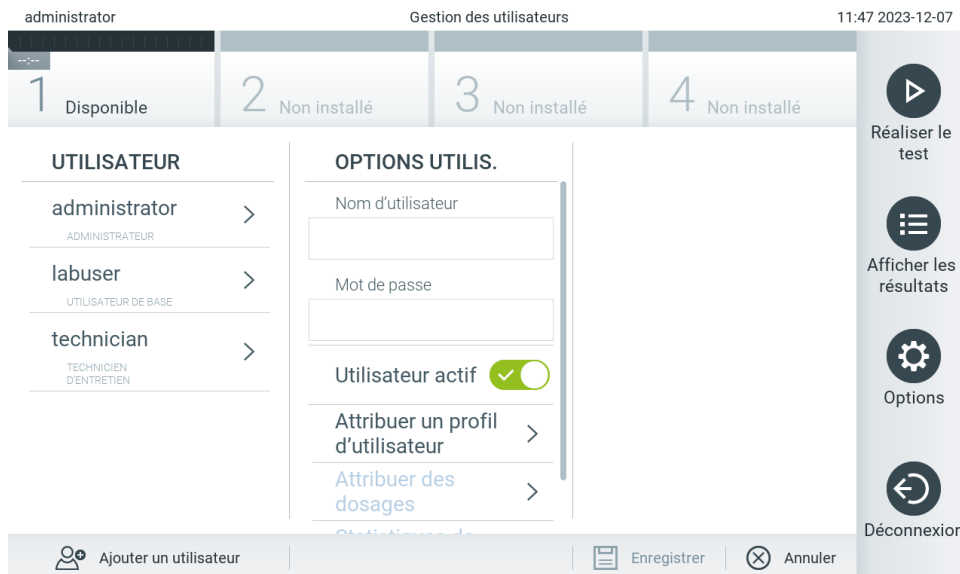

Figure 55. Ajouter un nouvel utilisateur.
1. Appuyez sur le bouton Options (Options) puis sur le bouton User Management (Gestion des utilisateurs) pour configurer les utilisateurs. L'écran User Management (Gestion des utilisateurs) s'ouvre dans la zone de contenu de l'affichage (figure 55).